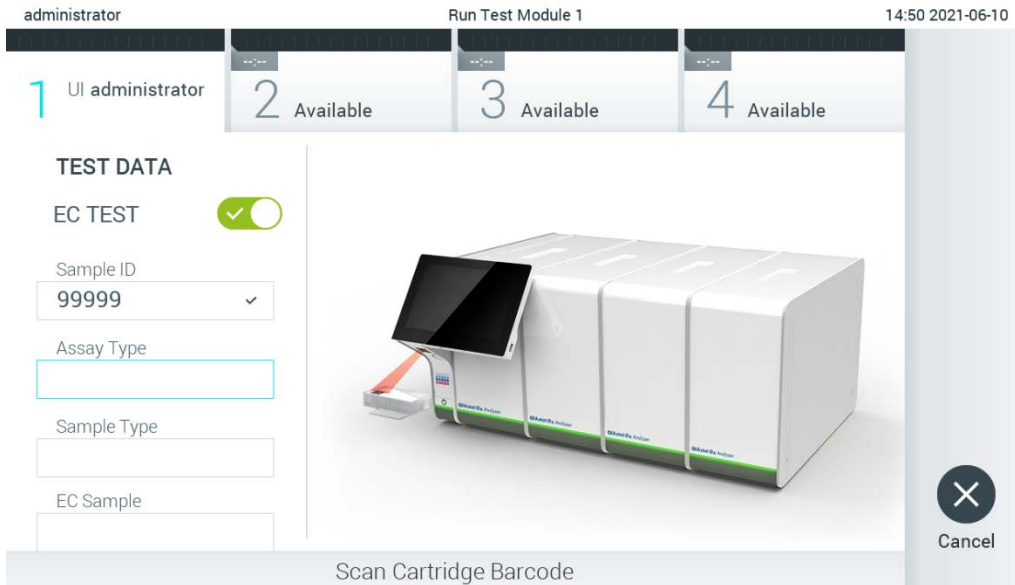

Figura 89. Digitalização do código de barras do cartucho de ensaio QIAstat-Dx.
- Quando solicitado, digitalize o código de barras do cartucho de ensaio QIAstat-Dx a utilizar. O QIAstat-Dx Analyzer 1.0 reconhece automaticamente o ensaio a executar, com base no código de barras do cartucho de ensaio QIAstat-Dx (Figura 89, na página seguinte).